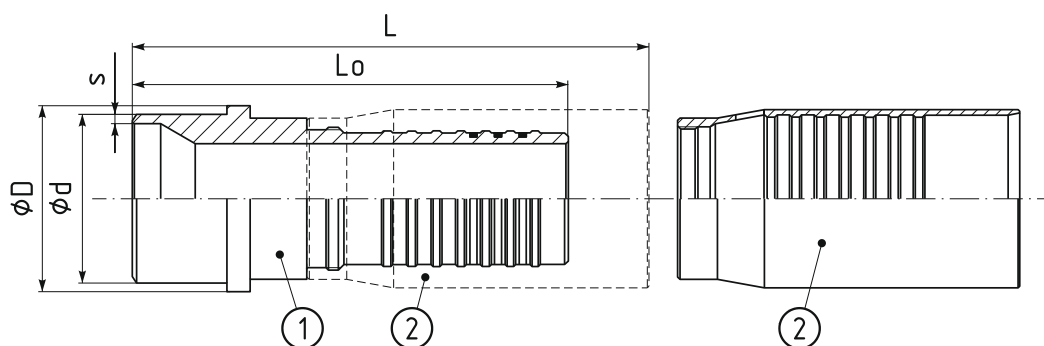

Рис. 2.2.1. Фитинг обжимной КОРДФЛЕКС под сварку
- фитинг обжимной КОРДФЛЕКС под сварку (поставляется в комплекте с гильзой обжимной КОРДФЛЕКС) – см. рис. 2.2.1;